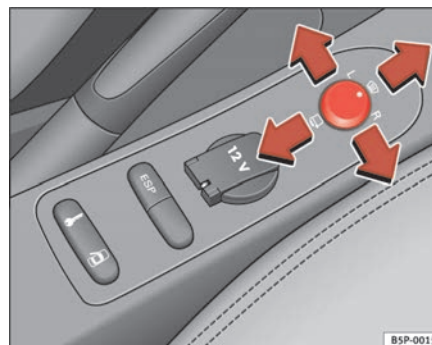

Abb. 90 Drehknopf für Außenspiegeleinstellung
1. Drehen Sie den Drehknopf ⇒ Abb. 90 in Stellung **L** (**linker Außenspiegel**).
- Drehen Sie den Drehknopf nach vorne auf die mittlere Stellung ⇒ Seite 128, Abb. 90 , damit die Heizung der Außenspiegel und die Funktion der beheizbaren Windschutzscheibe im Bereich der Ruhestellung der Wischerblätter* einschaltet wird ⇒ Seite 124.
- Drehen Sie den Drehknopf ⇒ Seite 128, Abb. 90 in Stellung , um die Außenspiegel anzuklappen. Sie sollten die Außenspiegel immer anklappen, wenn Sie eine automatische Waschanlage durchfahren, um Beschädigungen zu vermeiden.